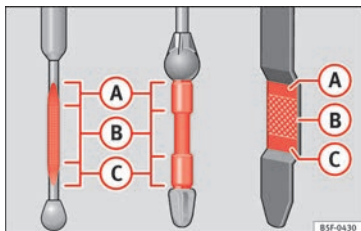

Bild 236 Mätsticka för motorolja.
- Dra sedan ut den igen och kontrollera oljenivån » **bild 236**. Fyll på motorolja vid behov.